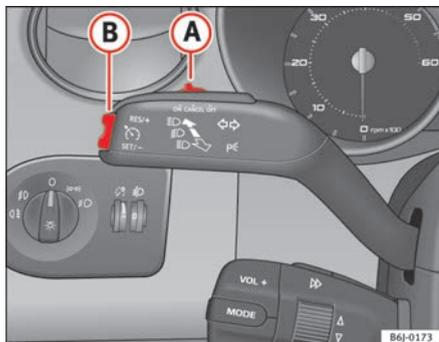

Fig. 105 Palanca de intermitentes y de luz de carretera: mando y tecla basculante para el regulador de velocidad
- Mueva el mando ⇒ fig. 105 (A) hacia la izquierda hasta la posición **ON**.